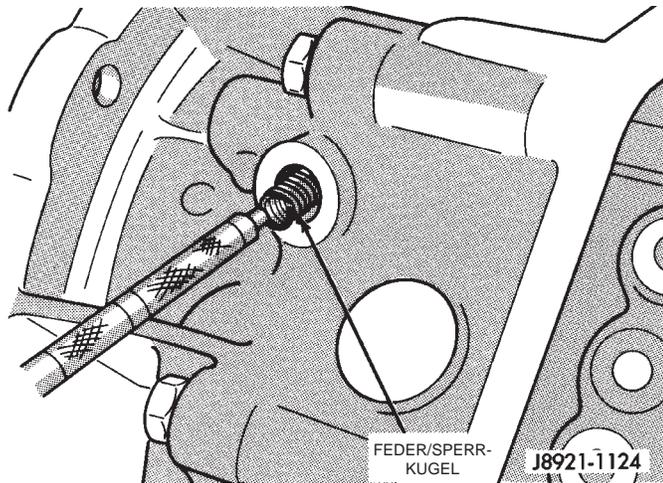
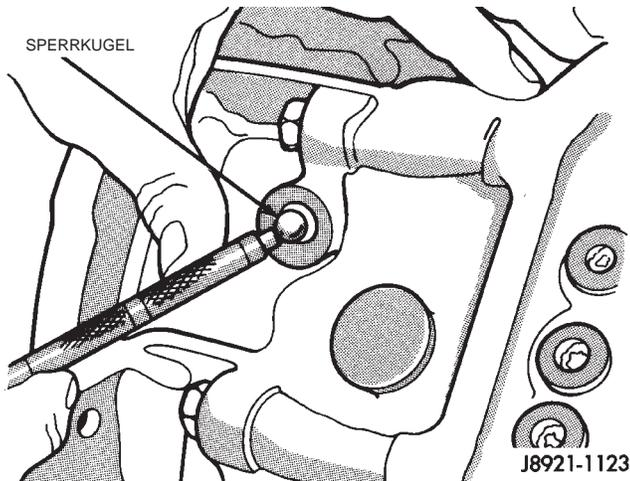

Abb. 21 Sperrfeder ausbauen
Abb. 22 Sperrkugel ausbauen
(9) Sperrfeder und Sperrkugel mit einem Magnetheber herausziehen (Abb. 21), (Abb. 22).